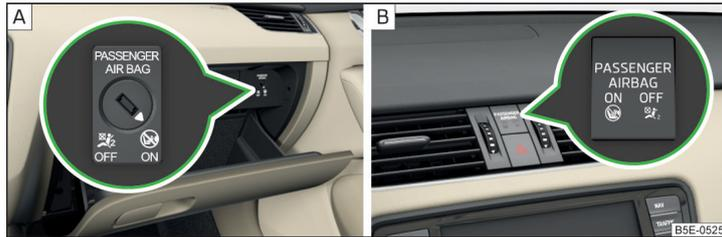

Abb. 14 Schlüsselschalter für Beifahrer-Frontairbag / Kontrollleuchte für Beifahrer-Frontairbag
Der Beifahrer-Frontairbag kann mit dem Schlüsselschalter abgeschaltet werden » **Abb. 14 auf Seite 20** - **A**.
Stellungen des Schlüsselschalters » **Abb. 14 - A**
- › Mit dem Schlüssel den Schlitz des Schlüsselschalters » **Abb. 14 - A** vorsichtig in die Position **OFF** drehen.
- › Prüfen, ob nach dem Einschalten der Zündung die Kontrollleuchte **OFF** **!** unter dem Schriftzug **PASSENGER AIRBAG** » **Abb. 14 - B** leuchtet.
- › Mit dem Schlüssel den Schlitz des Schlüsselschalters » **Abb. 14 - A** vorsichtig in die Position **ON** drehen.
- › Prüfen, ob nach dem Einschalten der Zündung die Kontrollleuchte **ON** **!** unter dem Schriftzug **PASSENGER AIRBAG** » **Abb. 14 - B** leuchtet.